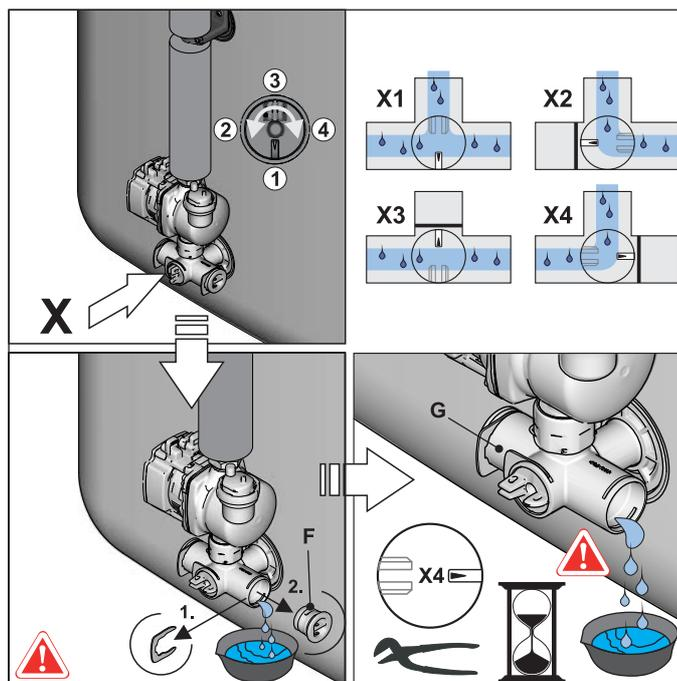

Bild 5-2 Ventileinsatz absperren, Blindstopfen vom Anschlusswinkel entfernen
- Ventileinsatz am Anschlusswinkel so einstellen, dass der Weg zum Blindstopfen abgesperrt ist (Bild 5-2).
- Geeignete Auffangwanne unterstellen und Blindstopfen vom Anschlusswinkel entfernen (Bild 5-2).
- Ventileinsatz am Anschlusswinkel so einstellen, dass der Weg zum Ablaufschlauch geöffnet wird (siehe auch Bild 5-2) und Wasserinhalt des Speicherbehälters ablassen.